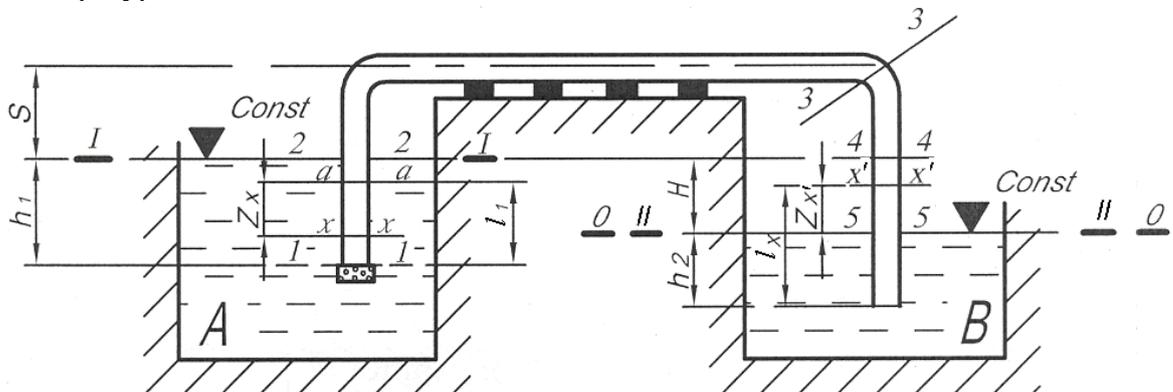

Рис. 6.1
6.2. Определить, какой расход можно перекачать сифоном из водоема  $A$  в водоем  $B$  при разности горизонтов  $H$  (выбирается по вариантам) (рис. 6.1), если длина сифона  $l$  (выбирается по вариантам), а диаметр сифона  $d = 200$  мм. Трубы чугунные, нормальные ( $\Delta = 1,35$  мм). Вычислениями выяснить, будет ли в сечениях 1-1, 2-2, 3-3, 4-4, 5-5 манометрическое давление или вакуум? Найти, где расположены сечения, в которых давление в сифоне будет равно атмосферному. Почему в сечении 3-3 будет наибольший вакуум?